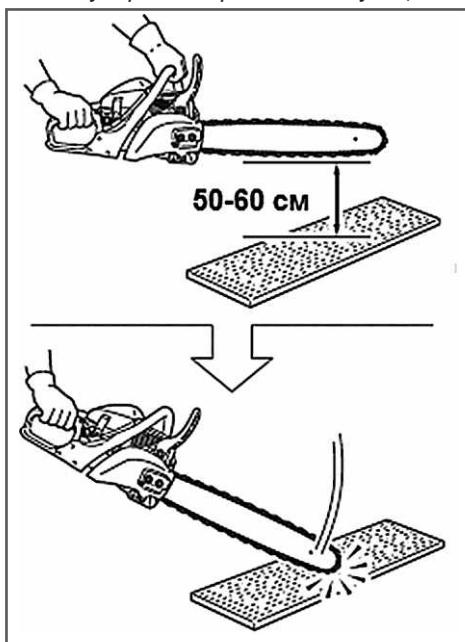

Рис. 7 Проверка инерционного тормоза
1. Взмите за переднюю и заднюю рукоятку пилы и держите ее так, чтобы она располагалась на высоте 50-60 см от испытательной поверхности (Рис. 7).